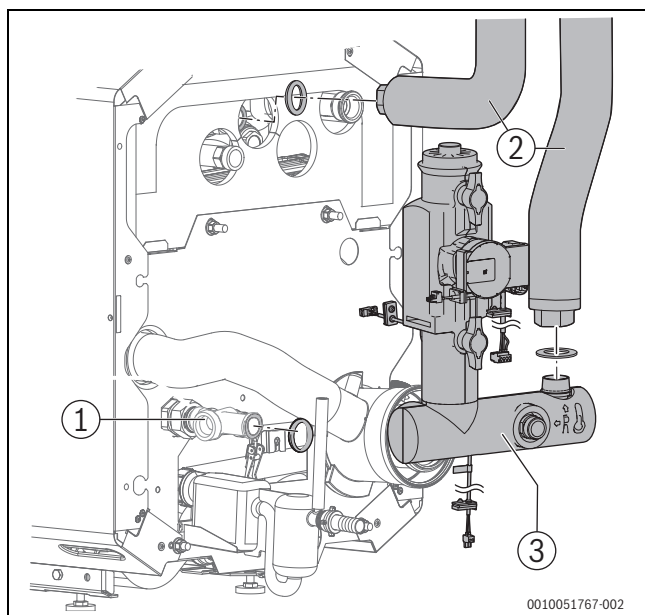

Fig. 4 Montage de l'assemblage de la tuyauterie HF-Set HYC40B
- ▶ Monter l'assemblage de la tuyauterie conformément à la figure 4.